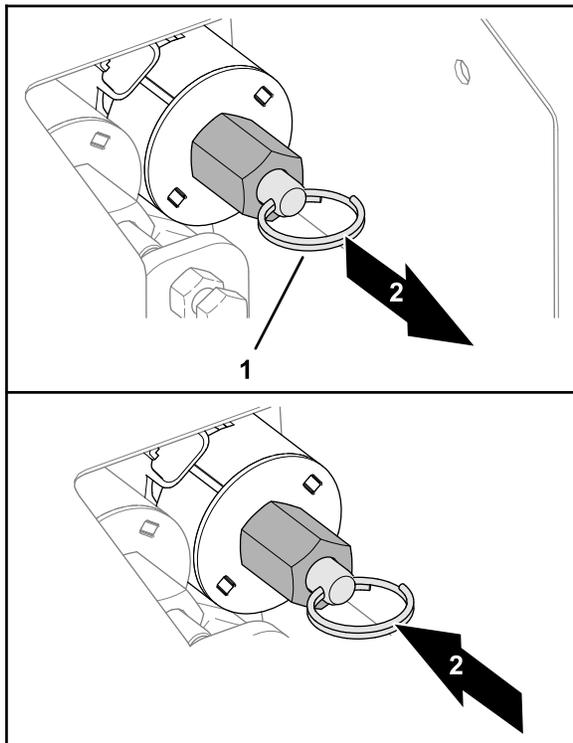

図 32
- ホッパー 図 32 を下降させるには、バルブシステムのリングを引っばります。
- ホッパー 図 32 を上昇させるには、バルブシステムのスプリットリングを押し込みます。